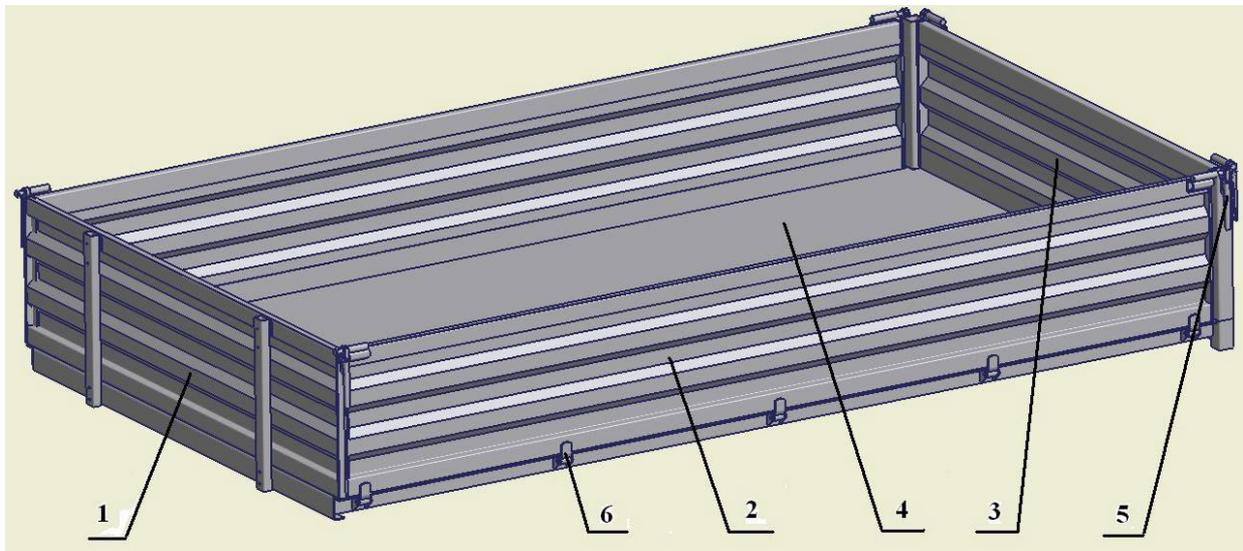
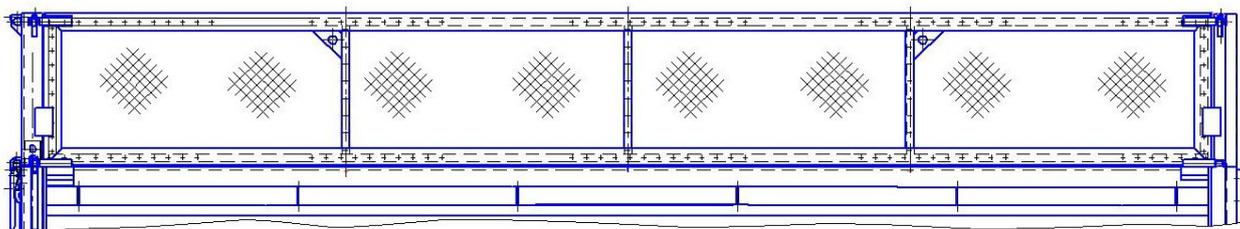

Рис.18. Платформа.
Рис.19. Борт надставной сетчатый.
5.10. Платформа (рис.18). Платформа полуприцепа прямоугольной формы. Конструкция платформы предусматривает возможность установки надставных бортов: передних, задних и двух боковых. Наличие задних угловых стоек обеспечивает шарнирную навеску боковых и заднего надставных бортов. При установке надставных сетчатых бортов (Рис.19) ёмкость платформы увеличивается до 13,8 м³.